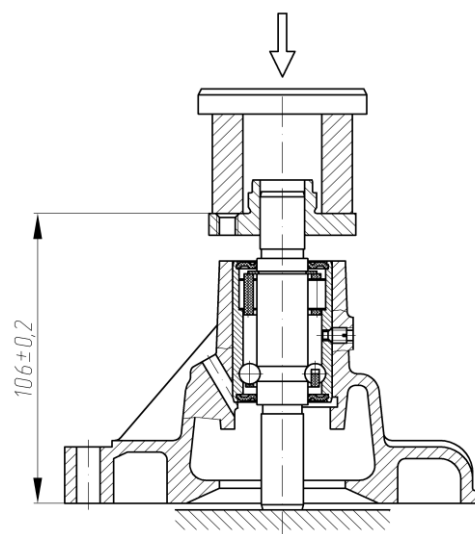

Рис.67. Напрессовка ступицы шкива водяного насоса
- напрессовать на валик подшипника ступицу шкива насоса, выдержав размер  $(106,0 \pm 0,2)$  мм (рис.67);